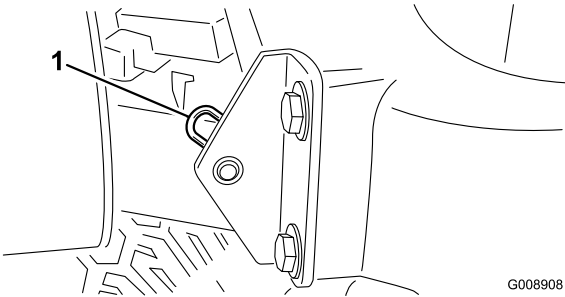

Figura 43
- 2. Rimuovete la coppiglia di fissaggio del perno del cofano sulle staffe di montaggio (Figura 43).